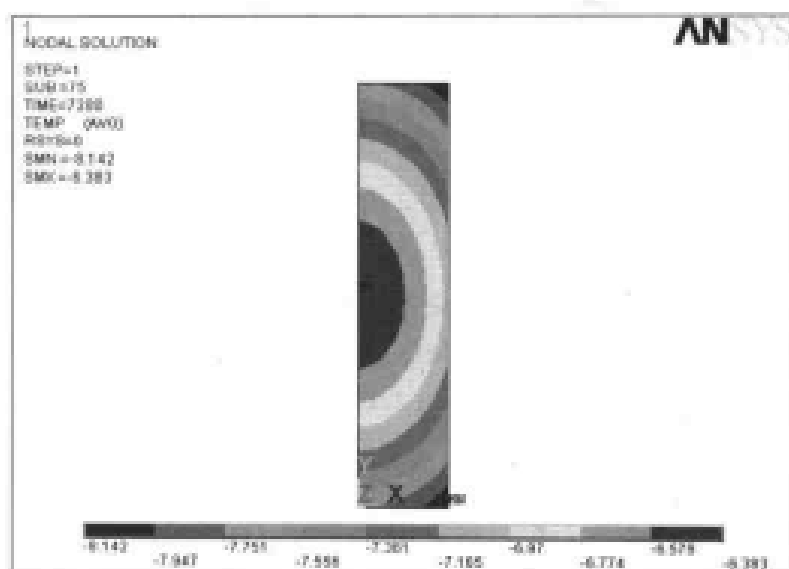

图 12-16 120 分钟后温度场分布等值线图
(3) 选择 Main Menu | General Postproc | Read Results | Last Set 命令。
(4) 选择 Main Menu | General Postproc | Plot Results | Contour Plot | Nodal Solu 命令, 出现 Contour Nodal Solution Data 对话框, 选择 Nodal Solu | DOF Solution | Nodal Temperature 选项, 单击 OK 按钮, ANSYS 显示窗口将显示如图 12-16 所示的 120 分钟后温度场分布等值线图。从中可以看出最高温度为 -6.383, 说明此时水已经完全结冰。
(5) 选择 Utility Menu | Style | Graphs | Modify Axes 命令, 出现 Axes Modifications for Graph Plots 对话框, 在 [/AXLAB] X-axis label 文本框中输入 DIST,(m), 在 [/AXLAB] Y-axis label 文本框中输入 TEMP, 在 [/GTHK] Thickness of axes 下拉列表框中选择 Triple 选项, 单击 OK 按钮关闭该对话框。
(6) 选择 Utility Menu | Style | Graphs | Modify Curves 命令, 出现 Curve Modifications for Graph Plots 对话框, 在 [/GTHK] Thickness of curves 下拉列表框中选择 Triple 选项, 单击 OK 按钮关闭该对话框。